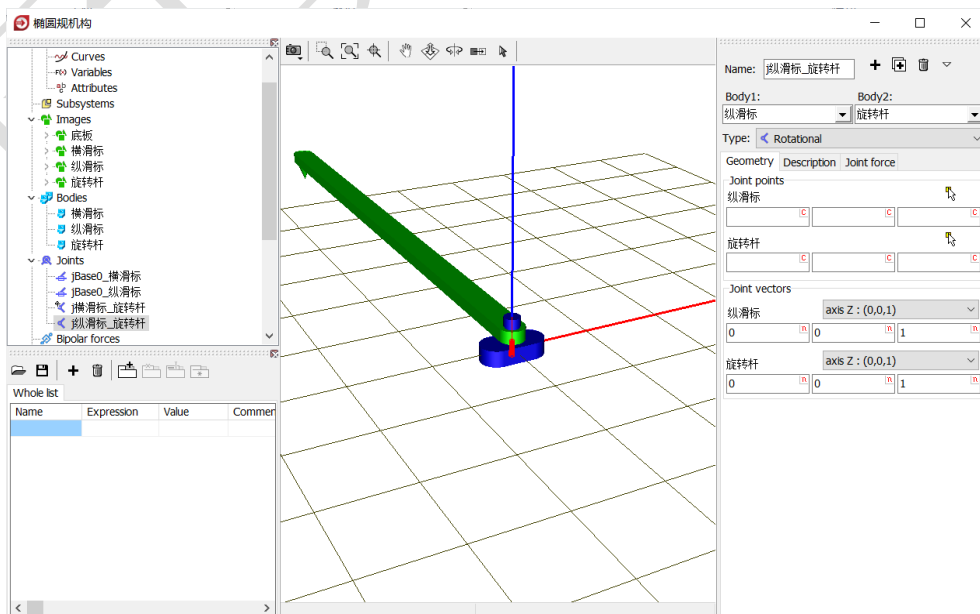

图 2-81
- 13) 点击右侧交互界面上方的按钮 ，复制生成第四个铰，**Body1** 选择纵滑标，**Joint points** 分别为 $(0, 0, 0)$ 和 $(0, 0, 0)$ ，如图 2-81。表示将旋转杆的原点与横滑标的原点重合，旋转杆绕横滑标的 Z 轴可以转动，并且旋转杆的 Z 轴与之平行（重合）。